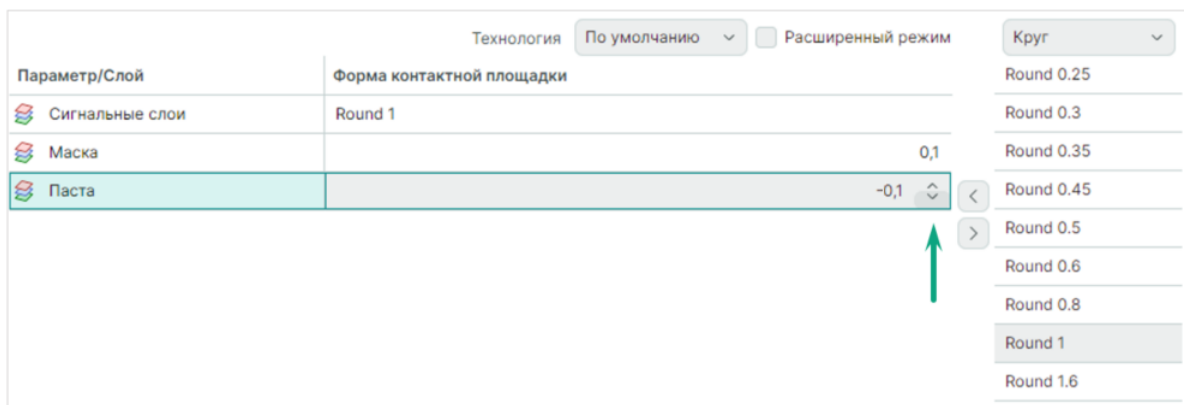

Рис. 46 Указание зазора и отступа для технологических слоев
- При необходимости укажите значения зазора (+) или отступа (-) для форм технологических слоев относительно размера формы сигнального слоя, см. Рис. 46.